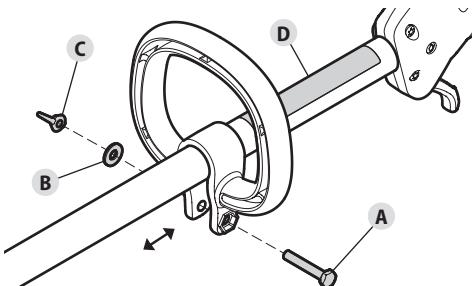

Fig. 9
- Insérez le boulon (Fig. 9-A) dans le trou hexagonal et poussez-le à travers. Placez la rondelle (Fig. 9-B) sur le boulon. Vissez l'écrou à oreilles (Fig. 9-C) sur le boulon, mais sans le serrer complètement.
- Maintenez l'unité en position d'utilisation (Fig. 16). Déplacez le manche vers le haut ou le bas sur le tube supérieur pour trouver une position confortable. S'assurer que la poignée est placée au-delà de l'étiquette de sécurité (Fig. 9-D).
- Desserrez l'écrou à oreilles (Fig. 9-C).